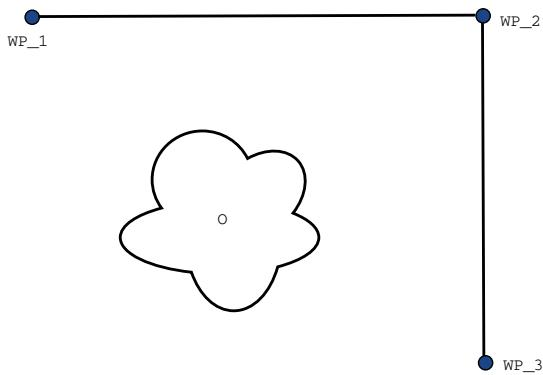

Figura 16.2: WP\_1: posição inicial WP\_2: ponto do trajeto, WP\_3: posição de pegar, 0: obstáculo.
**Exemplo** Considere como exemplo uma aplicação de pegar e colocar (consulte a figura 16.2), em que o robô está atualmente no ponto de rota 1 (WP\_1) e precisa pegar um objeto no ponto de rota 3 (WP\_3). Para evitar colisões com o objeto e outros obstáculos (0), o robô deve se aproximar WP\_3 no sentido proveniente do ponto de rota 2 (WP\_2). Desse modo, os três pontos de rota são introduzidos para criar um caminho que satisfaça os requisitos.